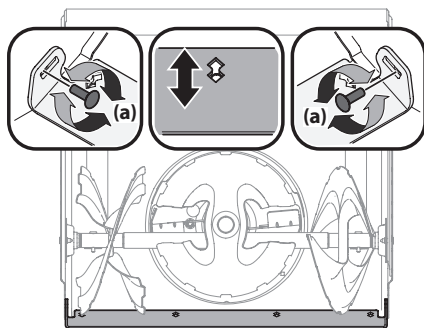

Figura 4-3
NOTA: La placa de raspado en determinadas unidades (se muestran en la Figura 4-3) tienen un borde de desgaste que se puede ajustar hacia adelante a fin de prolongar su vida útil. A medida que se desgasta la placa de raspado, se la puede mover a una segunda posición.
3. Afloje los pernos posteriores de las zapatas (a) a ambos lados de la caja del equipo y extraiga los pernos de carro y las tuercas hexagonales que sujetan la placa de raspado a la caja de la barrena. Consulte la Figura 4-3.
4. Deslice la placa de raspado hacia abajo hasta la segunda posición. Coloque nuevamente todos los pernos y ajústelos con firmeza. Consulte la Figura 4-3.